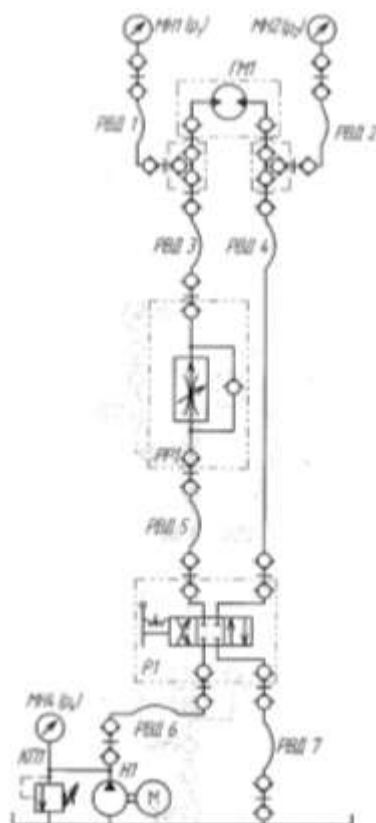

Рисунок 11 – схема гидравлическая
Собрать схему рис.11.
1. Выполнить чертеж схемы рис.11, 12 и проставить буквенно-цифровое обозначение.
2. Составить схему потоков для рис. 11, 12.
4. Составить циклограммы для рис. 11, 12.